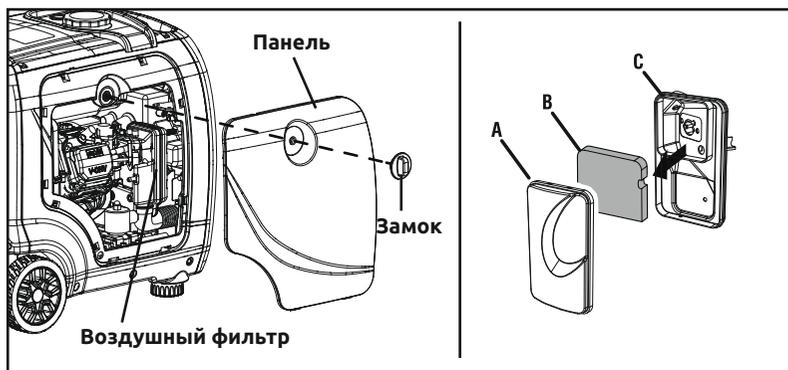

Рисунок 10 – Воздушный фильтр
Двигатель не будет работать на полную мощность, если воздушный фильтр будет поврежден или забит мусором. Прочищайте фильтр каждые 200 часов или раз в год (Рис. 10). Прочищайте чаще либо меняйте фильтр, если работа ведется в сильно запыленных условиях.
- Снимите защитный экран воздушного фильтра и вытащите фильтр (Рис. 10).